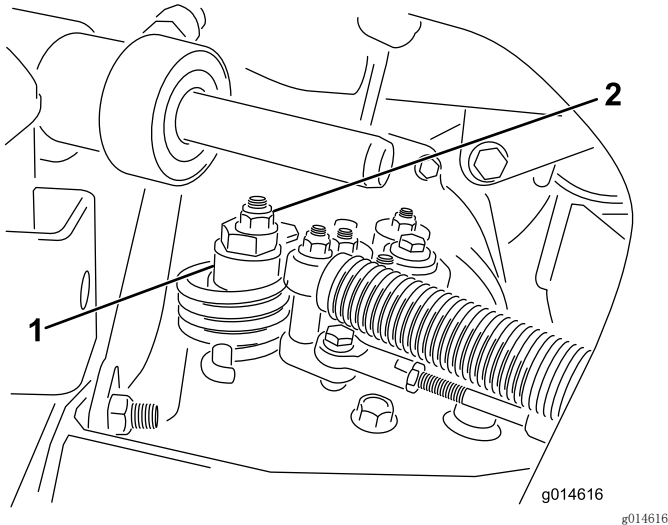

图44
- A. 松开将偏心螺栓固定到静液压泵顶部的螺母（图 44）。
- C. 旋转偏心螺栓，直到不再出现任何方向的缓慢前移。当轮子停止旋转时，旋紧螺母，锁定偏心螺栓和调整（图44）。将油门移至慢速 和 快速 位置，验证调节情况。